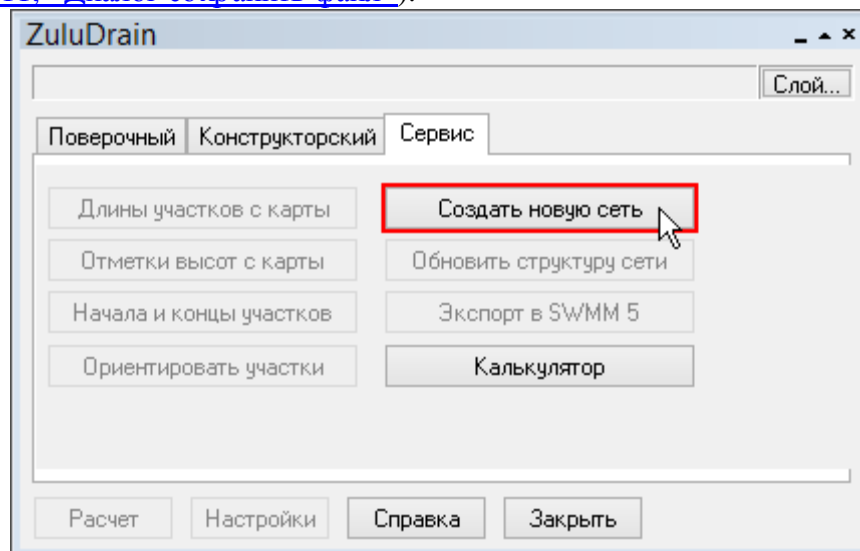
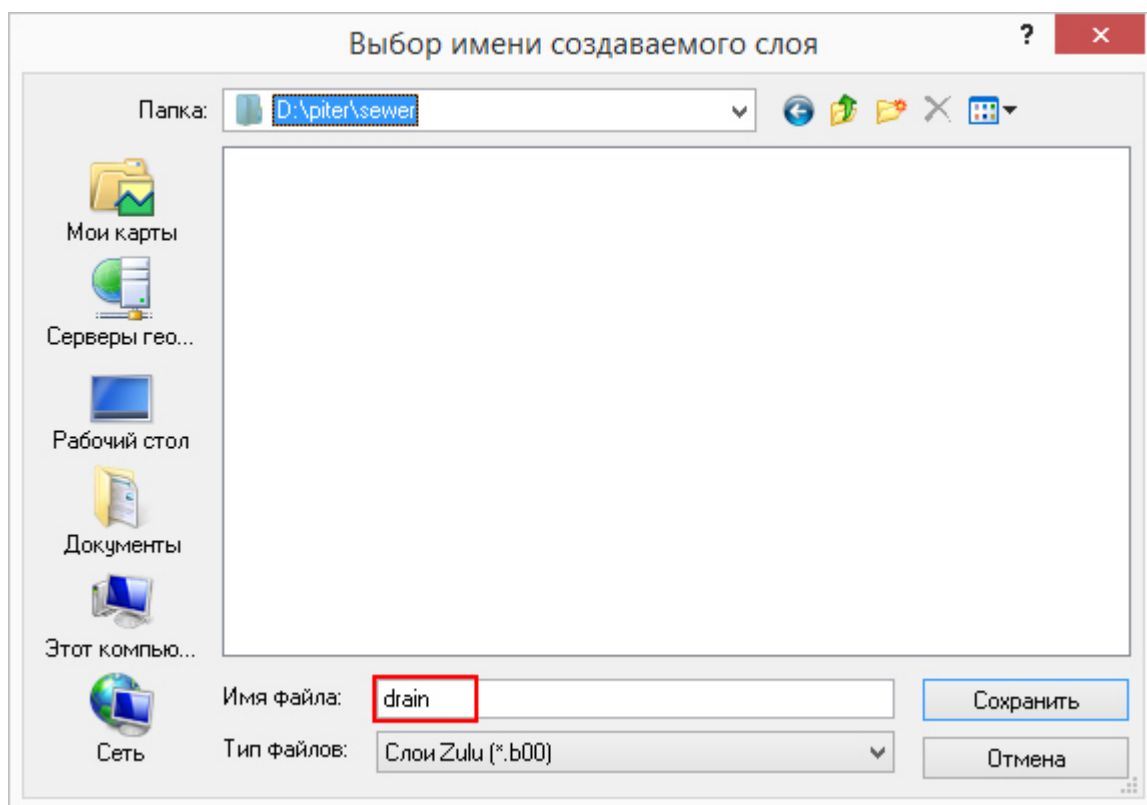

Рисунок 10. Создание новой сети
Рисунок 11. Диалог сохранить файл
2. Выберите вкладку *Сервис* и в появившемся окне (Рисунок 10. «Создание новой сети») нажмите кнопку . Откроется диалог сохранения файла (Рисунок 11. «Диалог сохранить файл»).